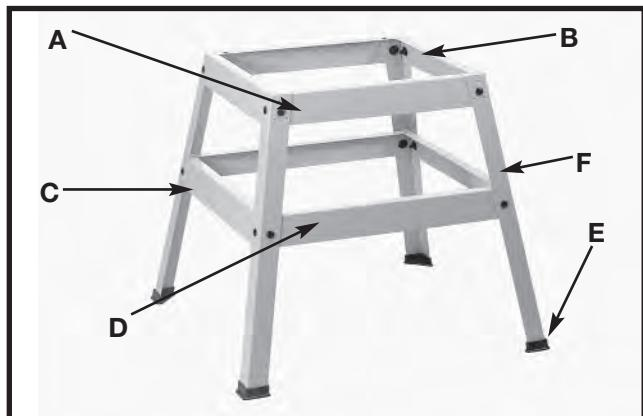

Fig. 4C
- Arme la base como se muestra en la Fig. 4C, con 16 pernos M8 x 1,25 x 20 mm, arandelas planas de 9,52 mm (3/8") y tuercas hexagonales M8 x 1,25. Alinee los orificios en los pies de la base (F) con los orificios en los soportes. Inserte el perno a través del orificio en el pie y en el soporte, coloque una arandela plana en el perno y enrosque en el mismo una tuerca hexagonal. Repita este proceso para los 15 orificios restantes en los pies y los soportes.
- Fije las bases de goma (E), Fig. 4C, a la parte inferior de cada pata (F).